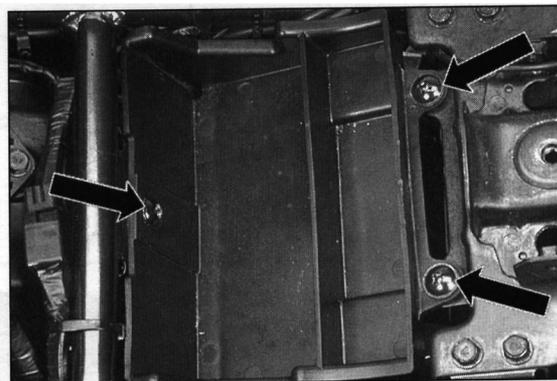

Bild 80
- Drei Befestigungsschrauben ausdrehen und Batterieabdeckung abnehmen (Bild 80).